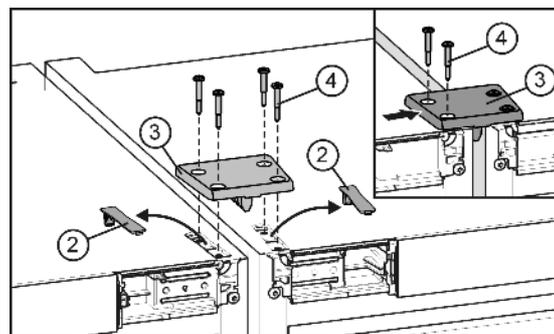

Fig. 5
- u Faire désencliqueter les caches Fig. 5 (2) et les enlever.
- u Mettre en place la plaque de jonction Fig. 5 (3) et la fixer provisoirement au moyen de deux vis Fig. 5 (4) à un appareil.